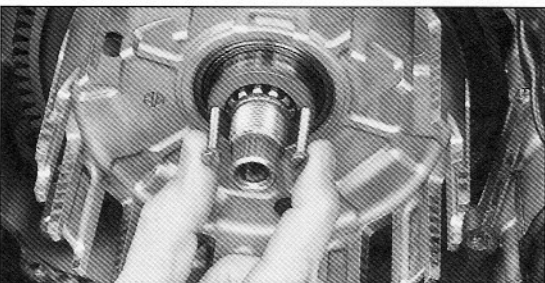

Bild 185
- Zwei M 6-Schrauben Korbführungshülse (Distanzhülse) eindrehen und herausziehen (Bild 185).